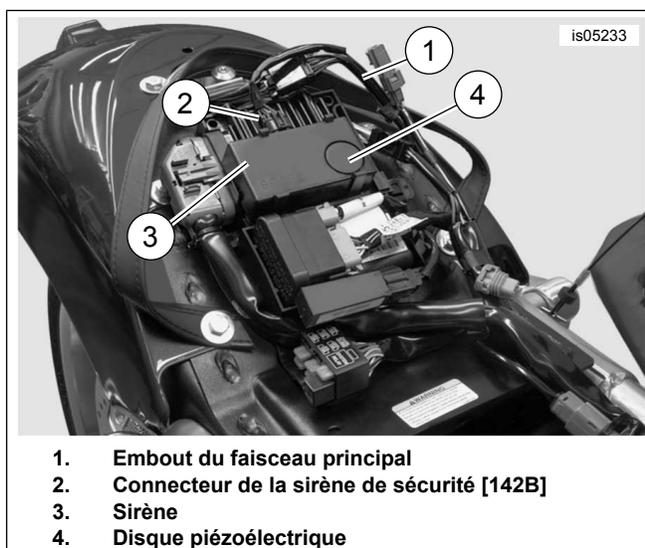

Figure 12. Modèles VRSCA, VRSCD/X, VRSCF 2007 et années ultérieures.
7. Figure 12 Situer le connecteur à trois fils de la sirène de sécurité [142B] (2), attaché sur l'arrière de la laisse du harnais (1) qui est situé le long du chariot de montage TSSM. Sectionner le ruban pour dégager le connecteur et les câbles.
9. Avec le disque sondeur (4) orienté vers l'extérieur, fixer la sirène sur le chariot de montage TSSM comme illustré.